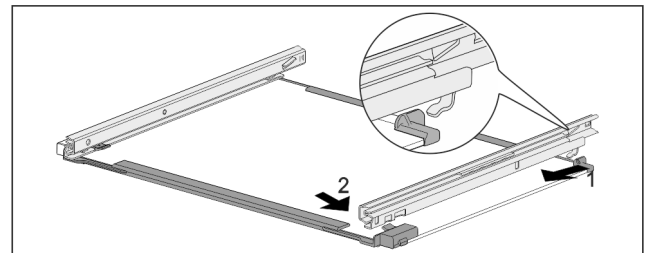

Fig. 108 Glasplatte mit Schienen
- Schiene hinten einhaken. Fig. 108 (1)
- Schiene vorne einrasten. Fig. 108 (2)